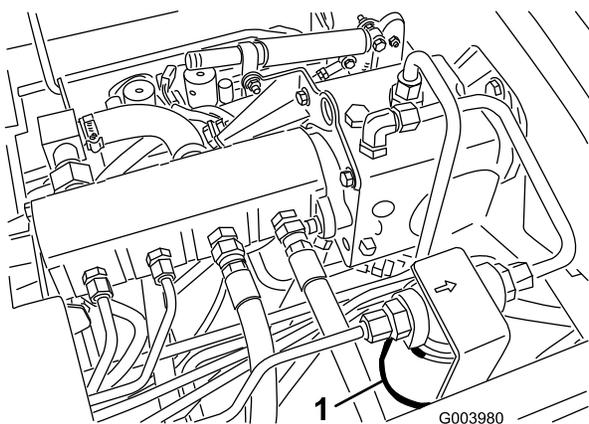
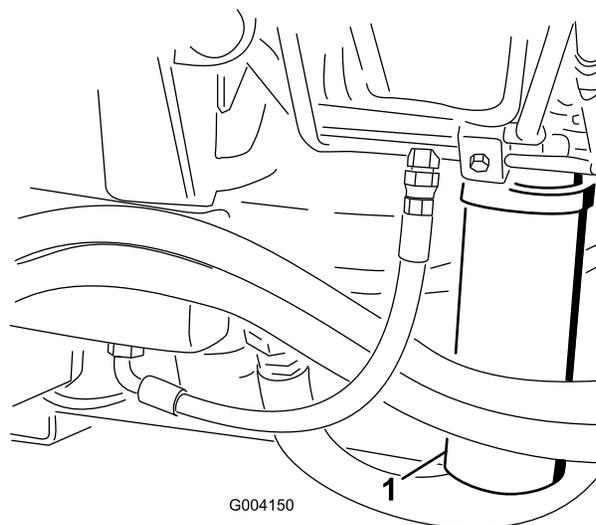

Figura 79
Figura 80
2. Pulite l'area di montaggio del filtro e collocate una bacinella di spurgo sotto il filtro (Figura 79) e (Figura 80).